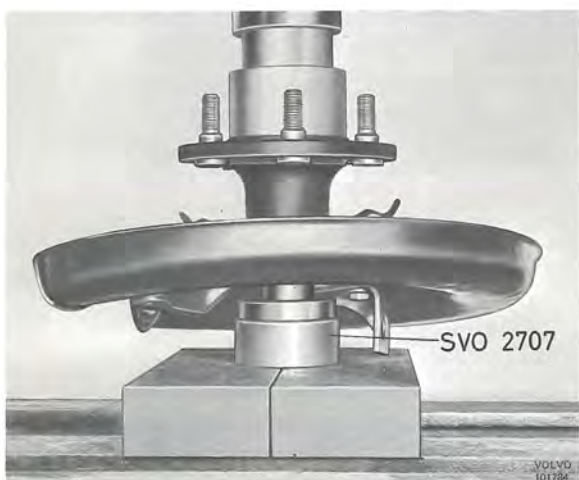

Bild 24. Montering av drivaxellager
11. Sätt bromssköld och -hållare på drivaxeln. Placera låsring och lager i underläggsring SVO 2707. Stick igenom drivaxeln och placera alltsammans i en press. Pressa på drivaxeln tills lager och låsring sitter på sina platser, bild 24.